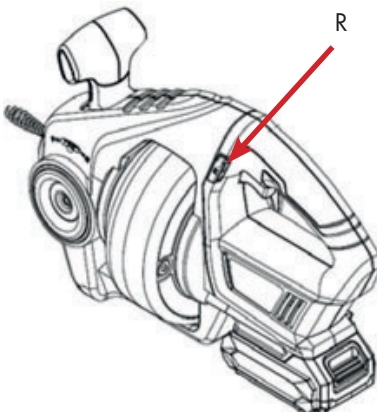

Abb. 4
- Drücken Sie auf L für Vorwärtsdrehung und R für Rückwärtsdrehung (Abb. 4 und 5).
- Verwenden Sie die Rückwärtsdrehrichtung ausschließlich, um die Spiralwelle aus einem blockierten Zustand zu lösen (Abb. 4).